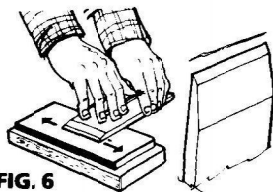

FIG. 6
**(C)** Poser le fer à plat sur la pierre à huile, biseau en haut (Fig. 6). Quelques légers coups sur la pierre élimineront la bavure.
**(C)** Legen Sie das Hobeisen mit der Schrägung nach oben flach auf den Ölstein (Abb. 6). Durch leichtes Abziehen über den Stein wird die Kante entgratet.
(C) Poner el hierro plano sobre la piedra de aceite, con el bisel para arriba (Fig. 6). Unos ágiles trazos a lo largo de la piedra quitarán la rebaba.